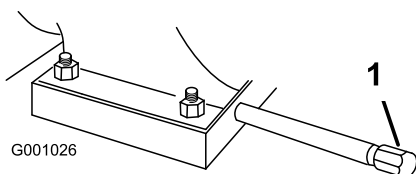

Figura 48
1. Limpe a zona em torno do tampão de drenagem (Figura 48).